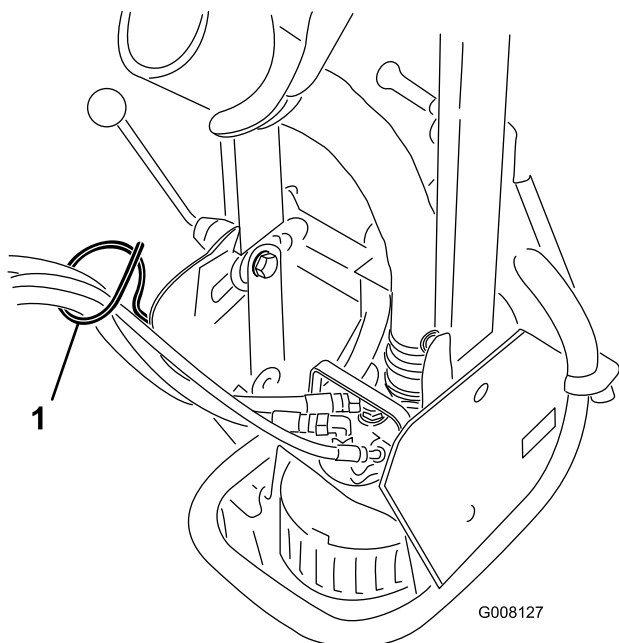

Figura 4
6. Inserite i flessibili idraulici nell'impianto idraulico remoto Sand Pro. Posizionate i tubi flessibili nell'apposita guida (Figura 4). Evitate che i flessibili idraulici siano attorcigliati o piegati.